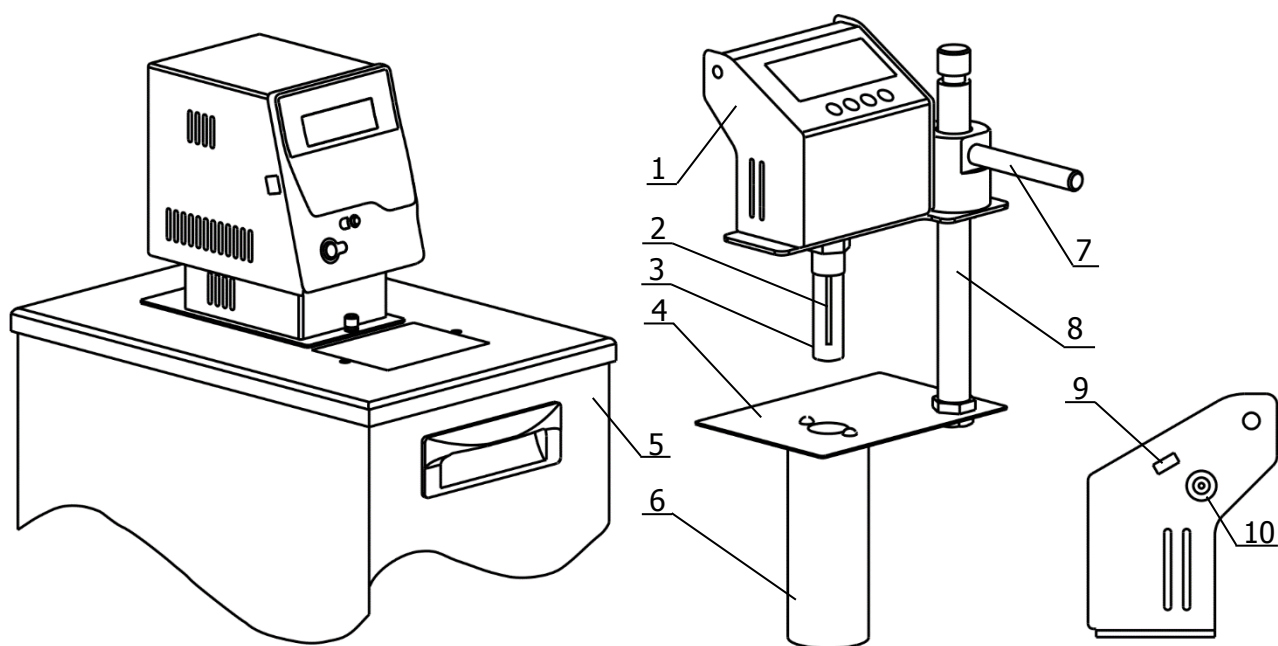
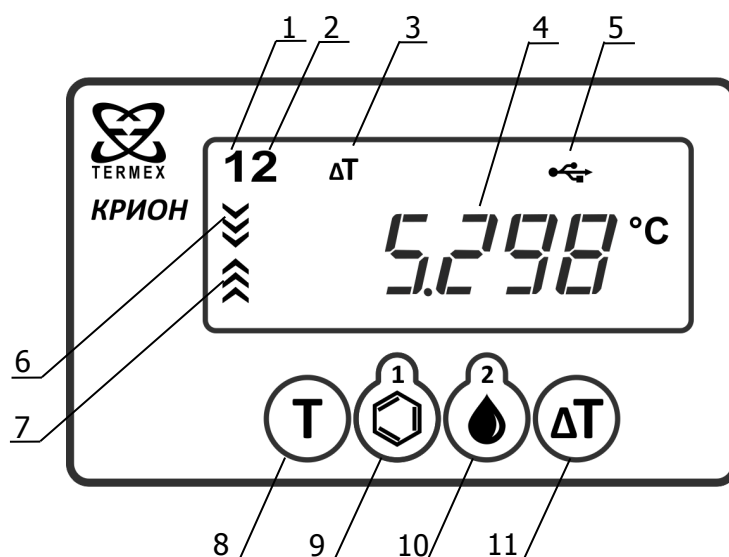

Рисунок 1 — Внешний вид установки
Рисунок 3 — Лицевая панель электронного блока
1.5.1 Установка состоит из электронного блока 1 (рисунок 1), перемещающегося с помощью рукоятки 7 вдоль штанги 8, установленной на основании 4. В нижней части электронного блока расположен датчик температуры 2. Виала 3 с раствором испытуемого вещества фиксируется резьбовым соединением так, чтобы датчик оказался внутри ее. Основание 4 устанавливается в отверстие ванны криостата 5. В нижнем положении электронного блока 1 виала 3 входит внутрь охлаждаемого стакана 6, установленного в нижней части основания 4. На правой стенке электронного блока расположены разъем miniUSB 9 и разъем питания 10 (12В, 0.25А, C^{\pm}).
2.2.5 Подключить сетевой адаптер из комплекта поставки к разъему 10 (рисунок 1) на боковой стенке электронного блока и включить его в сеть 220 В. При этом загорится дисплей электронного блока и в позиции 4 (рисунок 3) отобразится текущая температура.
2.4.1 На лицевой панели электронного блока (рисунок 3) расположены дисплей и четыре кнопки, с помощью которых осуществляется управление установкой. Назначение элементов управления указаны в таблице 2.
- 1 - Подготовка. Установка ожидает охлаждения образца до плюс 15 °С. Индикаторы 6, 7 (рисунок 3) погашены.
2.7.2 Для изменения значения температуры переохлаждения (см. рисунок 3):
! *Перед выполнением измерения должен быть выполнен п. 2.2, криостат должен выйти на установленную температуру. Охлаждаемый стакан б (рисунок 1), установленный в ванне криостата должен быть чистым и сухим.*
2.8.3 Запустить процесс измерения температуры кристаллизации растворителя длительным нажатием (более 1 с) кнопки 9 (см. рисунок 3). Индикатор 1 начнет мигать, а на дисплее отобразится текущая температура растворителя.
2.8.4 По окончании измерения раздастся звуковой сигнал, значение температуры кристаллизации растворителя сохранится в энергонезависимой памяти установки и отобразится на дисплее. В дальнейшем (до начала следующего измерения температуры кристаллизации) это значение можно посмотреть, коротко нажав кнопку 9 (рисунок 3).
2.9.3 Запустить процесс измерения температуры кристаллизации раствора испытуемого вещества длительным (более 1 с) нажатием кнопки 10 (см. рисунок 3). Индикатор 2 начнет мигать, а на дисплее отобразится текущая температура раствора.
2.9.4 По окончании измерения раздается звуковой сигнал, значение температуры кристаллизации раствора испытуемого вещества сохранится в энергонезависимой памяти установки и отобразится на дисплее. В дальнейшем (до начала следующего измерения температуры кристаллизации) это значение можно посмотреть, коротко нажав кнопку 10 (рисунок 3).
- 2 - включить принудительное перемешивание, одновременно нажав и удерживая (более 3 с) кнопки 8 и 11 (рисунок 3);
2.10.1 Нажать кнопку 11 (рисунок 3). На дисплее отобразится значение депрессии температуры.